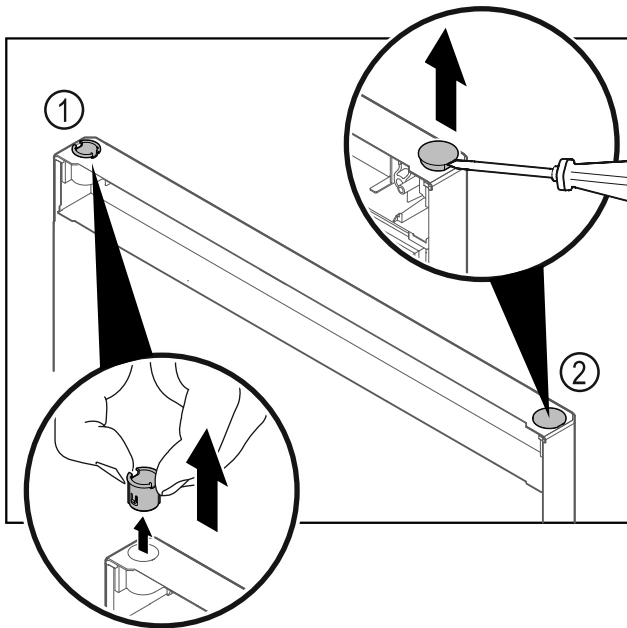

Fig. 30
- ▶ Scharnierbuchse Fig. 30 (1) mit den Fingern herausziehen.
- ▶ Abdeckstopfen Fig. 30 (2) vorsichtig mit einem Schlitzschraubendreher anheben und herausziehen.